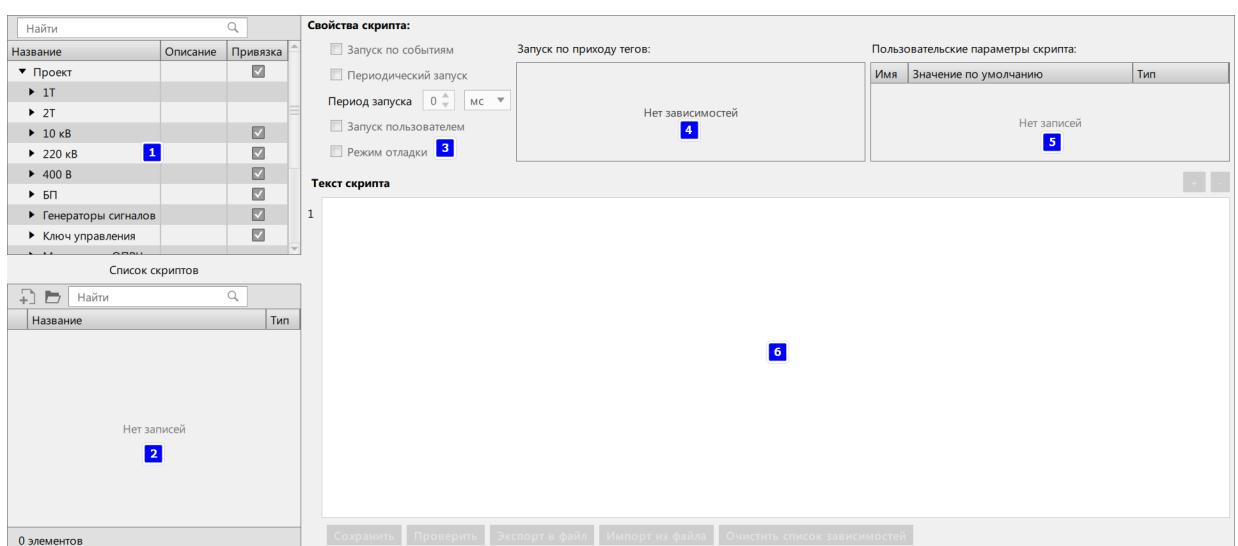

Рисунок 160 - Алгоритмы
Рабочая область меню **Алгоритмы** содержит (Рисунок 160):
3. Впишите текст скрипта в область текста скрипта, используя теги из дерева проекта (№1,6 на Рисунок 160). Теги добавляются в текст скрипта перетаскиванием. Используйте команды из раздела Применение языка Lua в Redkit.